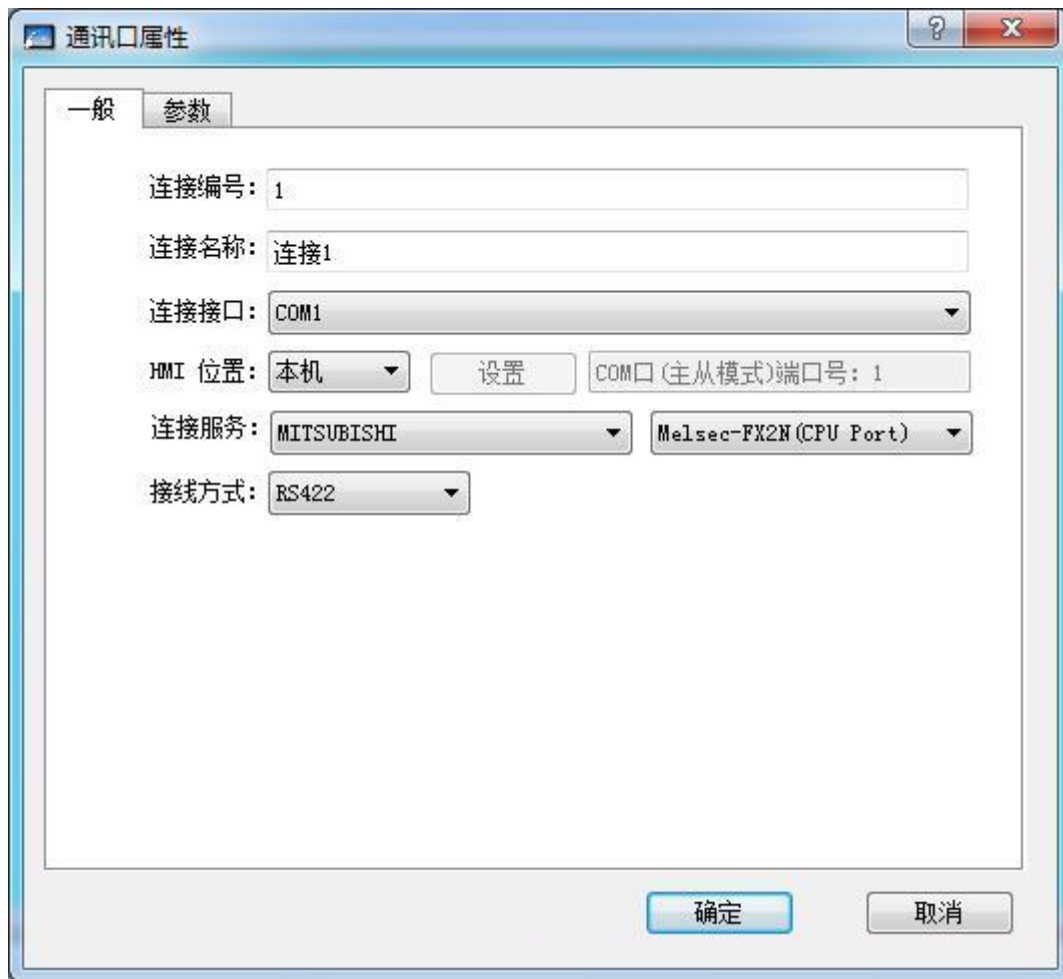

图 7-1 COM1 通信口设置对话框
- 双击“连接”的“连接 1”，弹出如图 7-1 所示对话框：